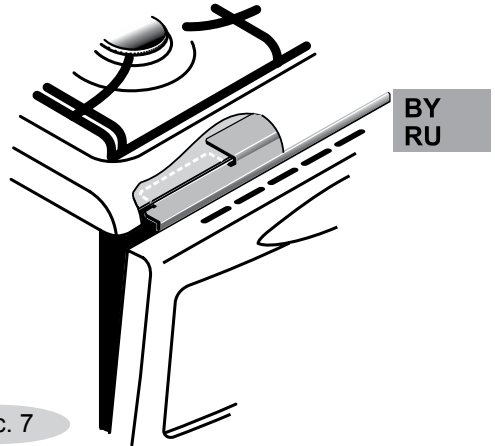

Рис. 7
- При пользовании грилем необходимо приоткрыть дверцу духовки и вставить отражатель (рис. 7).